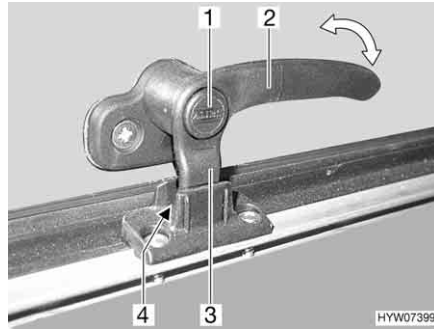
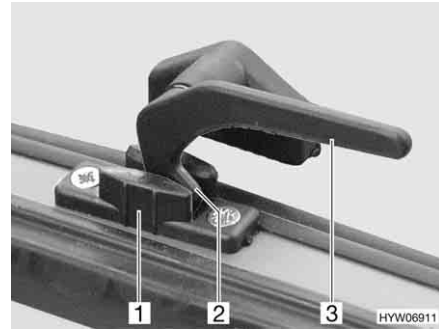

Fig. 96 Leva di serraggio con bottone di sicurezza in posizione "Aerazione continua"
Fig. 97 Leva di serraggio in posizione "Aerazione continua"
- In posizione di "Aerazione continua" (Fig. 96 e Fig. 97)
- Se presente, premere e tenere premuto il bottone di sicurezza (Fig. 96,1).
- Ruotare la leva di serraggio (Fig. 96,2 o Fig. 97,3) di un quarto di giro verso il centro della finestra.
- Girare nuovamente all'indietro la leva di serraggio. Riportare contemporaneamente il nasello di chiusura (Fig. 96,3 o Fig. 97,2) della leva di serraggio nella rientranza della chiusura della finestra (Fig. 96,4 o Fig. 97,1).
- Se presente, rilasciare il bottone di sicurezza (Fig. 96,1).